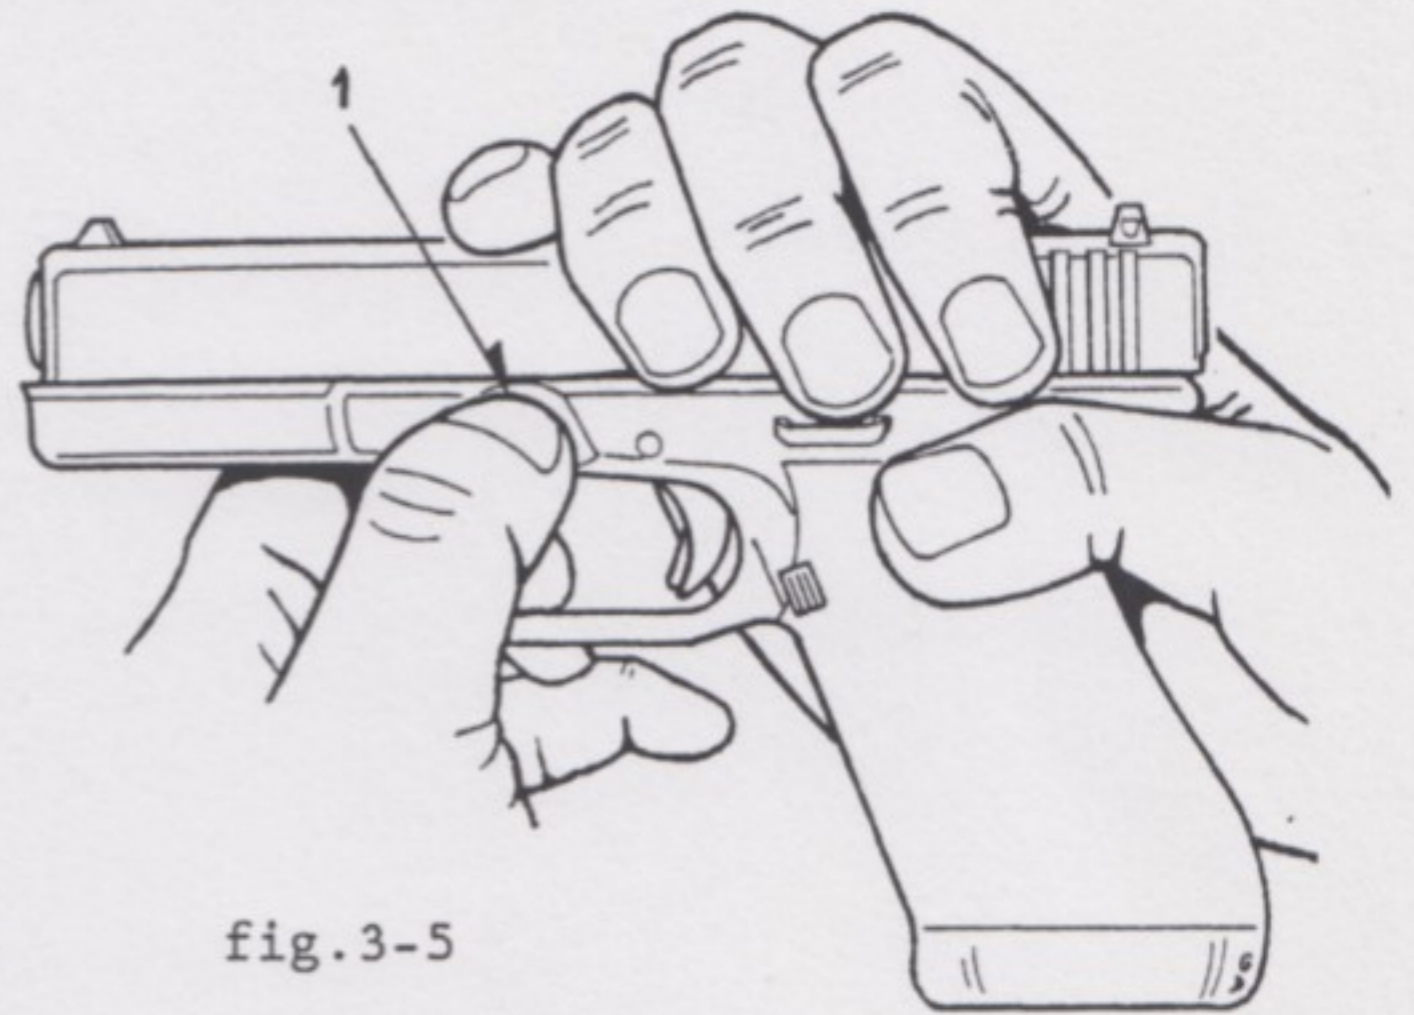

fig.3-5
- De sluitpal (1) met de andere hand naar beneden trekken. (beide zijden tegelijk)
- De slede met enige kracht naar voren schuiven en van de kast afnemen. (fig.3-5)